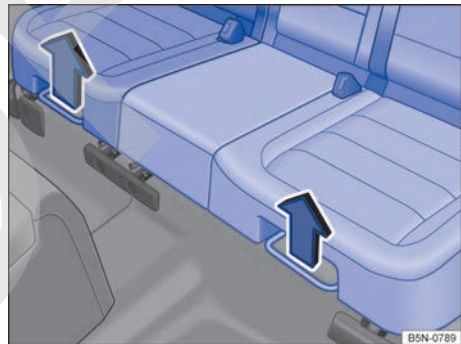

Fig. 89 Ajuste del asiento trasero.
- Tire de la palanca derecha o izquierda hacia arriba en el sentido de la flecha → fig. 89 y desplace la parte correspondiente del asiento hacia delante o hacia atrás.